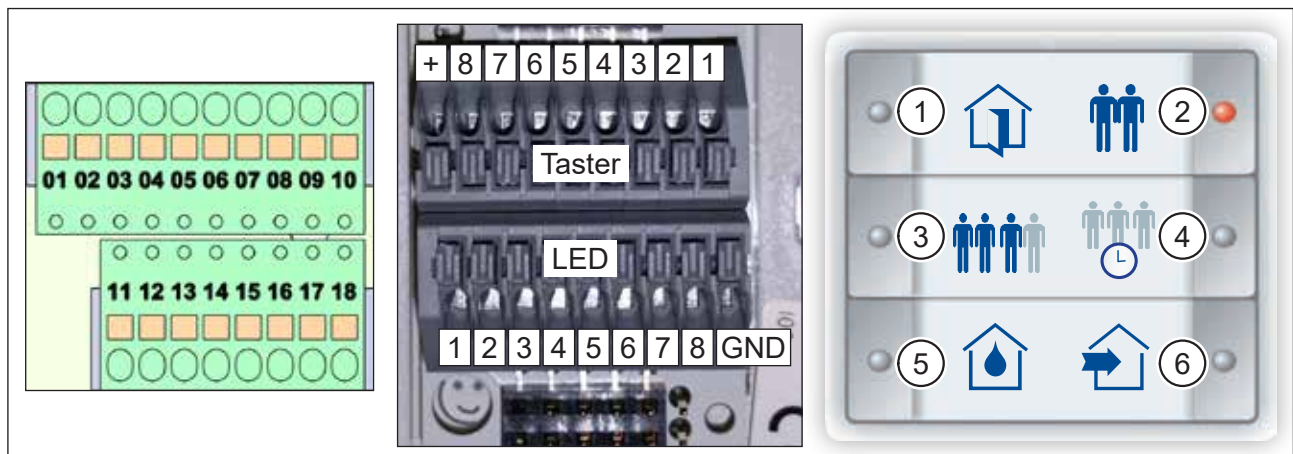

Abb. 31: Klemmenblöcke am Lüftungsgerät, Klemmenblöcke Tastsensor InControl, Einlegeblatt
- ▶ Legen Sie nach der Verdrahtung das Einlegeblatt (Abb. 31) in den Tastsensor InControl.